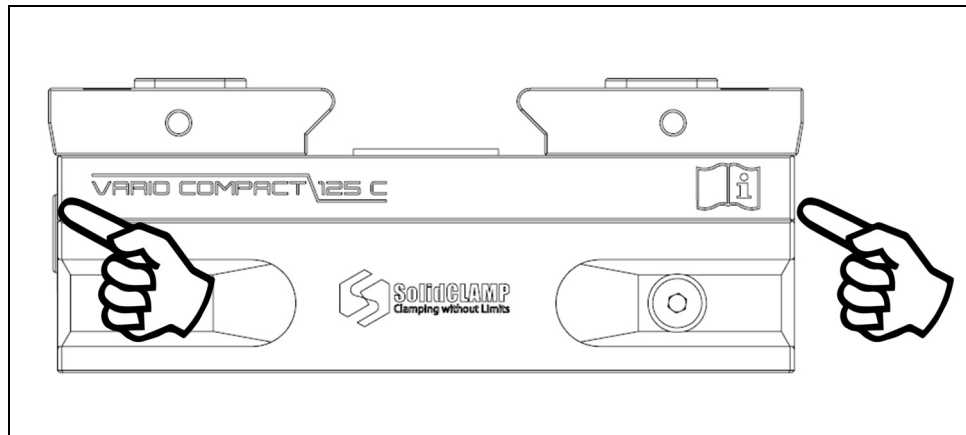

Abb. 14 Überprüfung der Bündigkeit der Schieber bei der Montage
- Für die Drehung der Antriebsspindel einen ausreichend langen SW4-Schlüssel hinzuziehen. **ACHTUNG:** Die Schieber dürfen ggf. nicht gleichzeitig in das Gewinde eingreifen, da sonst eine Außermittigkeit entsteht. Eine Überprüfung kann visuell erfolgen, wenn die Schieber bündig mit dem Grundkörper sind (s. Abb. 14). Die Komponenten dürfen nur in gereinigtem Zustand verbaut werden.